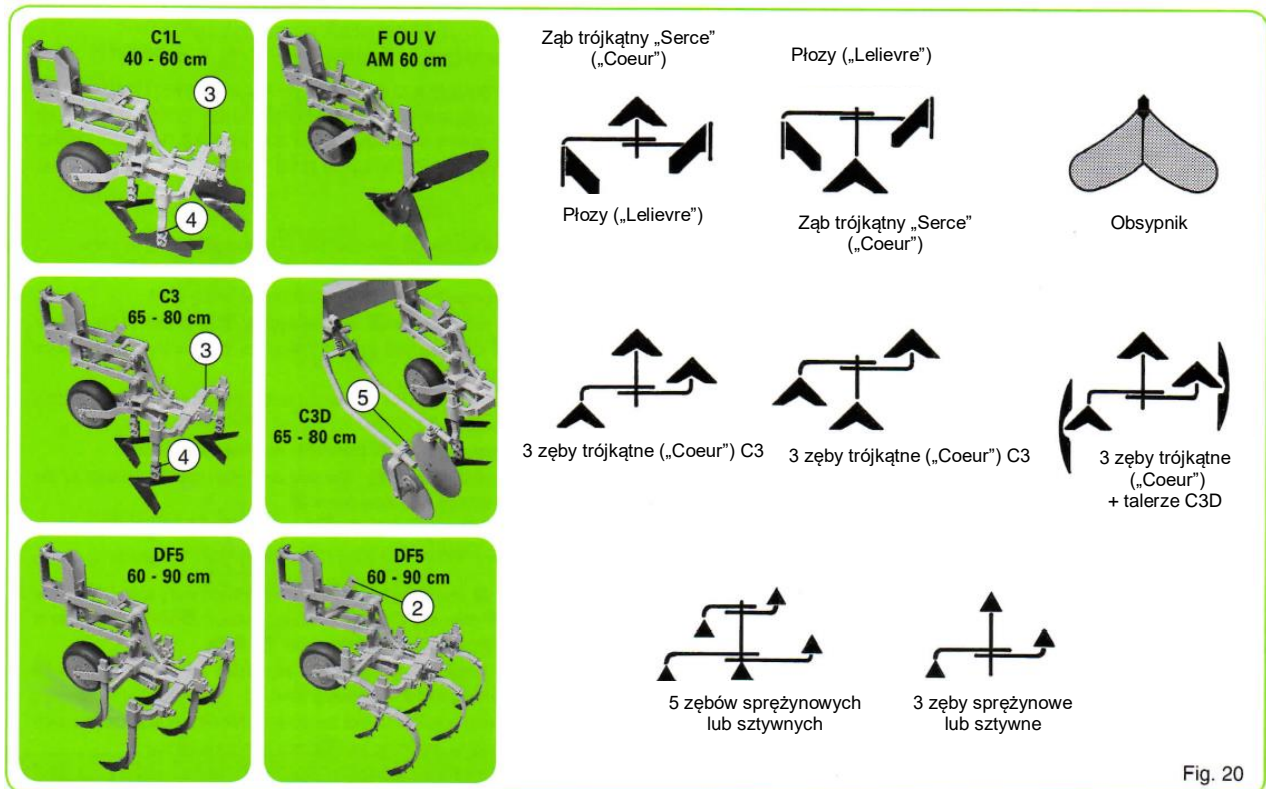

Fig. 20
- **Możliwości elementów roboczych SUPER-CROP typ „EXTRA SILNY F” (na wszystkie typy upraw), Fig. 20.**